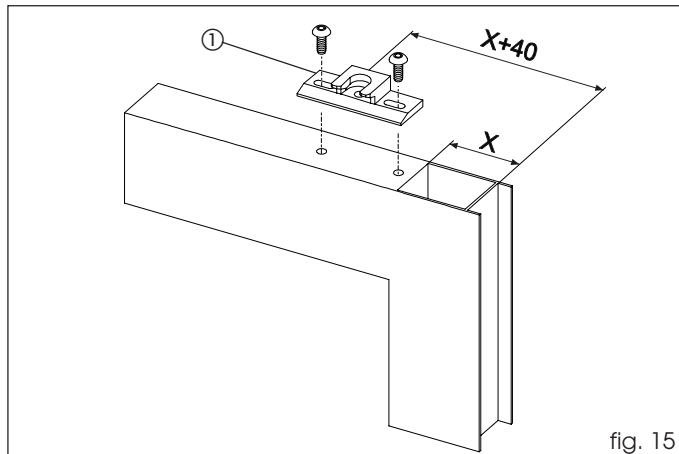

fig. 15
Plaats het bevestigingsblokje voor de paniekstang (fig. 15, ref. ①) op de dwarsbalk aan de bovenkant van de vleugel. Neem hierbij de maten van fig. 15 in acht. Teken de twee gaten af in het midden van de uitsparing, en zet het blokje vast met behulp van de zelfborende (niet meegeleverde) schroeven.